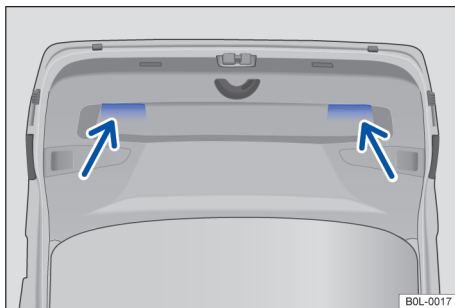

图 52 已打开的尾门：用于关闭尾门的嵌入式拉手
- 抓住尾门内饰板上的嵌入式拉手 → 图 52，稍用力下拉尾门，直至其卡入尾门锁 → ▲。